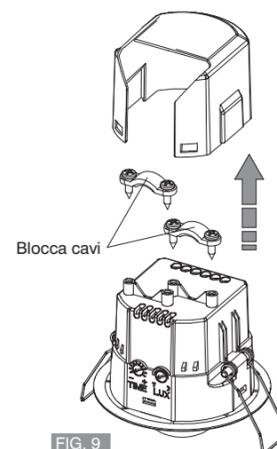

FIG. 9
- Togliere la cover coprimorsetti, svitare il o i bloccavi (fig. 9).